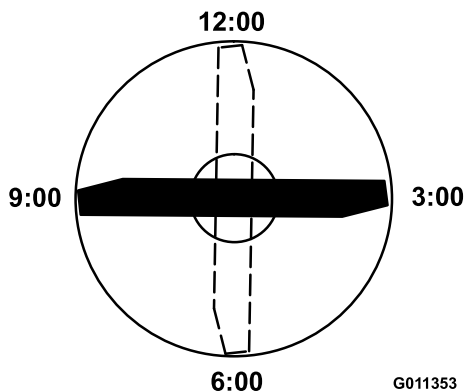

图 81
4. 将刀片带标记一端的刀刃放在 12 点钟位置剪草方向的正前方 (图 81) 并测量从桌面到刀片刀刃的高度。
5. 将刀片的标记端旋转至 3 点钟和 9 点钟位置 (图 81) 并测量高度。